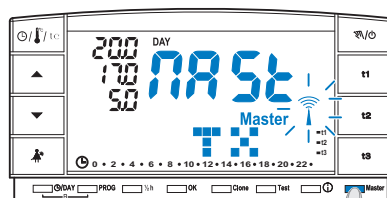

fig. 82
- appuyer sur la **touche Master pendant 4 secondes** l'inscription "MAST" s'affichera sur l'écran (exemple sur la fig. 82).